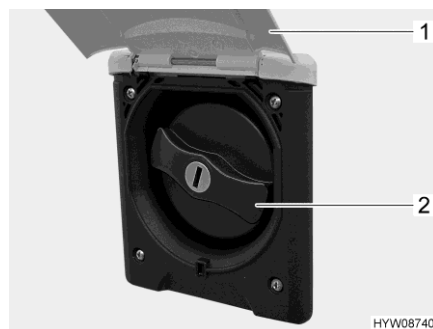

Fig. 127 Tapa de cierre (tubo de llenado de agua potable)
- Girar hacia arriba la trampilla exterior (Fig. 127,1).
- Girar la tapa de cierre azul (Fig. 127,2) un cuarto de vuelta.